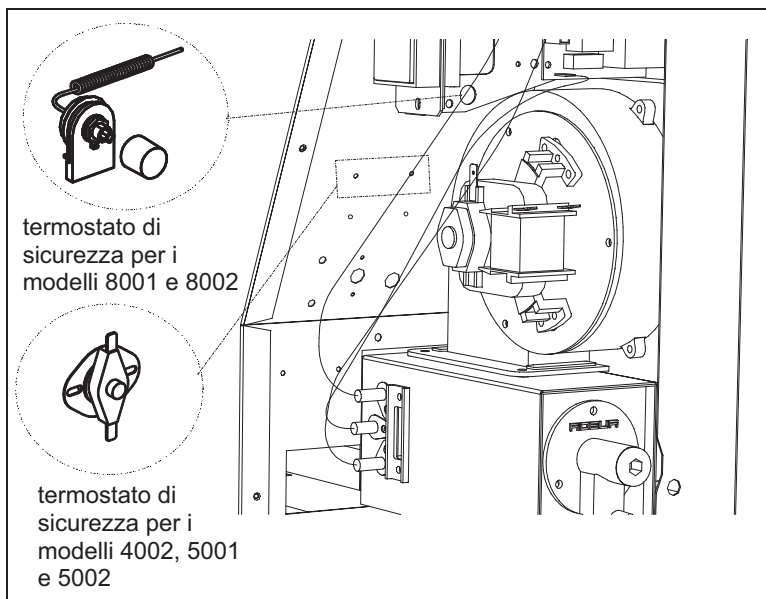
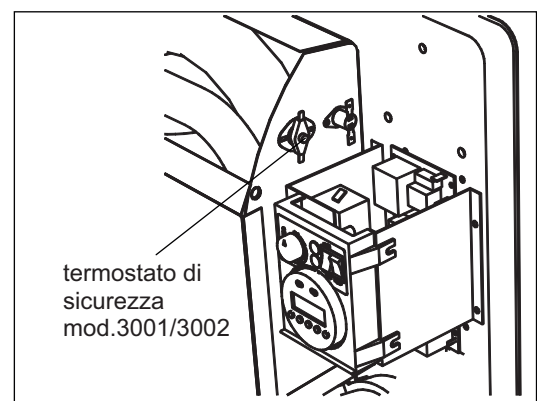

Figura 33 – POSIZIONAMENTO TASTO DI RESET TERMOSTATO DI SICUREZZA PER I MODELLI 4002, 5001, 5002, 8001 E 8002
Figura 35 – POSIZIONE TASTO DI RESET TERMOSTATO DI SICUREZZA 3001 E 3002
3. **Caso di surriscaldamento:** se durante il funzionamento il ventilatore si arresta, o si verifica l'ostruzione dell'uscita superiore dell'aria calda, interviene il termostato di sicurezza che toglie alimentazione elettrica alla elettrovalvola, interrompendo il flusso di gas al bruciatore. Per ripristinare il funzionamento attendere una decina di minuti circa affinché la temperatura si abbassi, **togliere tensione**, togliere il mantello e riarmare l'apparecchio premendo il tasto di reset posto sul termostato di sicurezza all'interno della macchina (Figura 33, Figura 35 e Figura 35). Qualora si ripettesse l'inconveniente nell'arco di breve tempo si renderà necessario l'intervento da parte del personale tecnico.